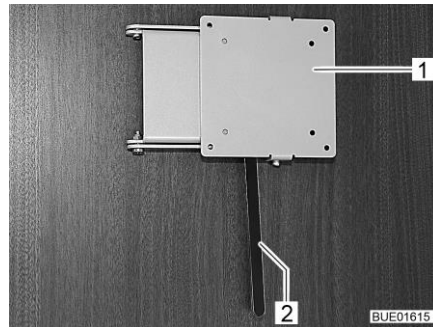

Bild 93 Hållare med låsspak
- Tryck låsspaken (Bild 93,2) åt sidan och sväng fästet (Bild 93,1) med den platta bildskärmen till önskat läge.
- Vrid tillbaka den platta bildskärmen tills fästet (Bild 93,1) hakar fast i låset.